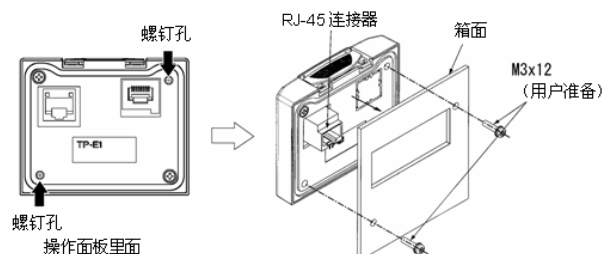

图 2.32 操作面板的安装
③ 在安装操作面板的箱面上进行面板开孔。有关面板开孔的详情，请参照第 8 章「8.5.3 操作面板」。
④ 用 2 个螺钉将操作面板安装到箱面。（参照图 2.32）